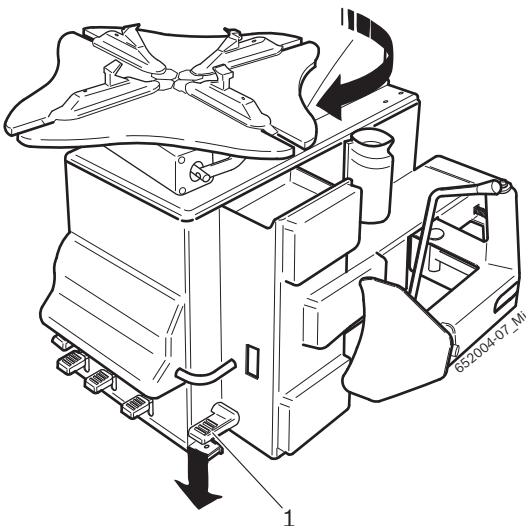

Fig. 2: Kontroll över roteringsriktningen.
För en normal fungering av TCE 4335 är det mycket viktigt när man trampar på pedalen till tillslutningsflänsen, som visas i Fig. 2 (1), att tillslutningsplattan börjar rotera medsols.